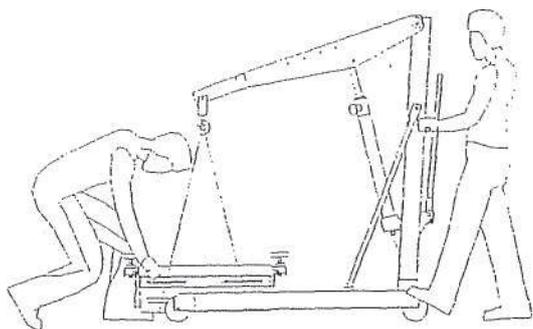

Рис. 1.
- Перемещать траверсу только с использованием сертифицированных подъемных механизмов, т.к. траверса имеет большой вес, рис. 1.